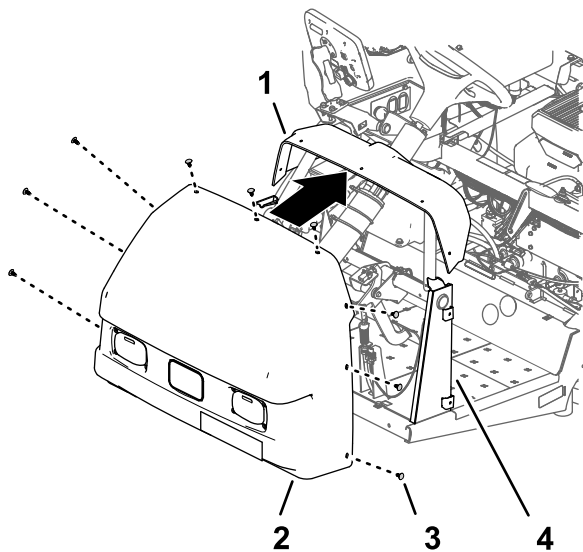

Figura 216
1. Alinhe os furos do capot no capot com os furos no painel de instrumentos e estrutura da máquina (Figura 216).
2. Prenda o capot ao painel de instrumentos e estrutura com nove fixadores de pressão (Figura 216).